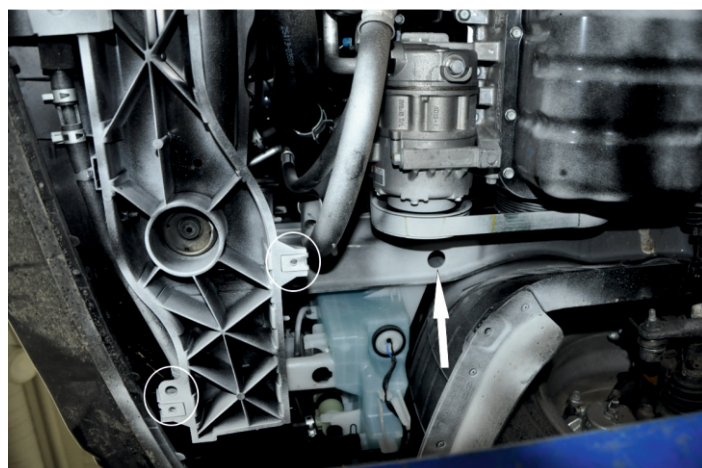

Рис. 2
3. Установить гайки закладные M10 в отверстия лонжеронов передней части автомобиля (рис. 2).
4. Установить кронштейны на установленные гайки закладные при помощи болтов M10x30 и совместить отверстия на кронштейнах с отверстиями на рамке радиатора (рис. 2). При необходимости отрегулировать положение кронштейнов по месту. Протянуть резьбовые соединения, соединяющие кронштейны между собой.